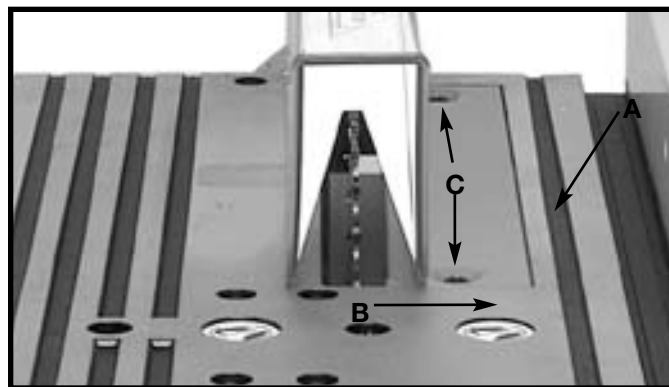

Fig. 33A
1. Cerciórese de que la fig. 33A del separador de millares del vector (a), sea rasante con o slightly debajo de la superficie de la tapa de vector (B).
2. Si el separador de millares del vector está sobre la superficie de la tapa de vector, apriete la fig. de dos del vector tornillos del separador de millares (c) 33 (A), de modo que el separador de millares del vector sea llano con la tapa de vector o el slightly debajo de la superficie de la tapa de vector.